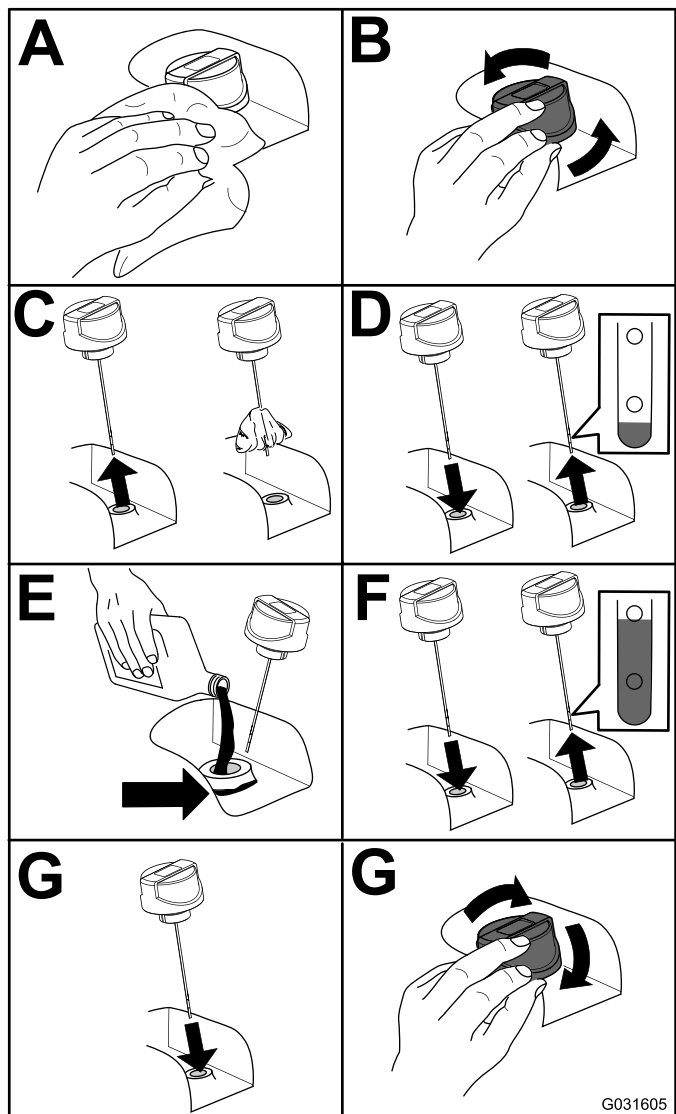

Figura 92
2. Controllate il livello del fluido idraulico (Figura 92).
5. Riempite il serbatoio di fluido idraulico (Figura 92).